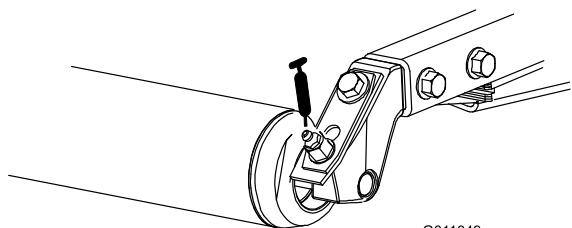

図 44
- ・ 後ローラのベアリング (各カッティングユニットに2ヶ所) (図 44)